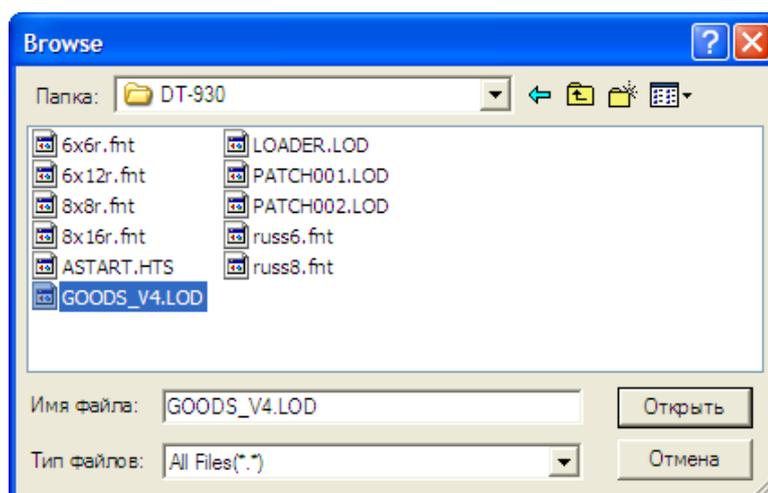

Рис.6 Добавление файлов для передачи из папки с дистрибутивом
7) В следующем окне (рис. 6) указать путь к файлам GOODS (файлы, которые нужно добавить в этом окне, находятся в папке с дистрибутивом GOODS) и по очереди выбрать все файлы. После выбора каждого файла - нажимать **Открыть**.